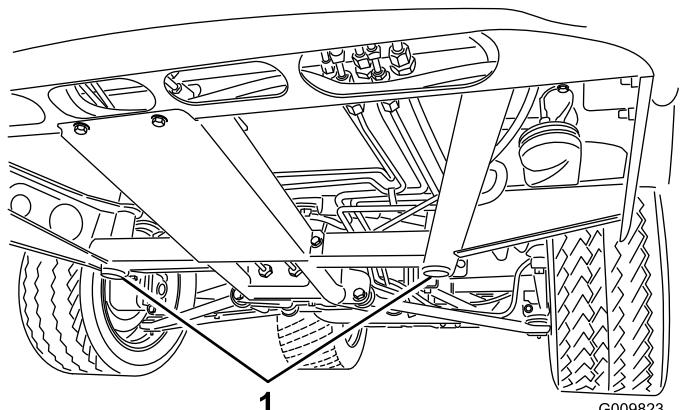

図 15
- ・ 車両前部のジャッキアップポイントは、前中央フレームサポートの下側です図 15。